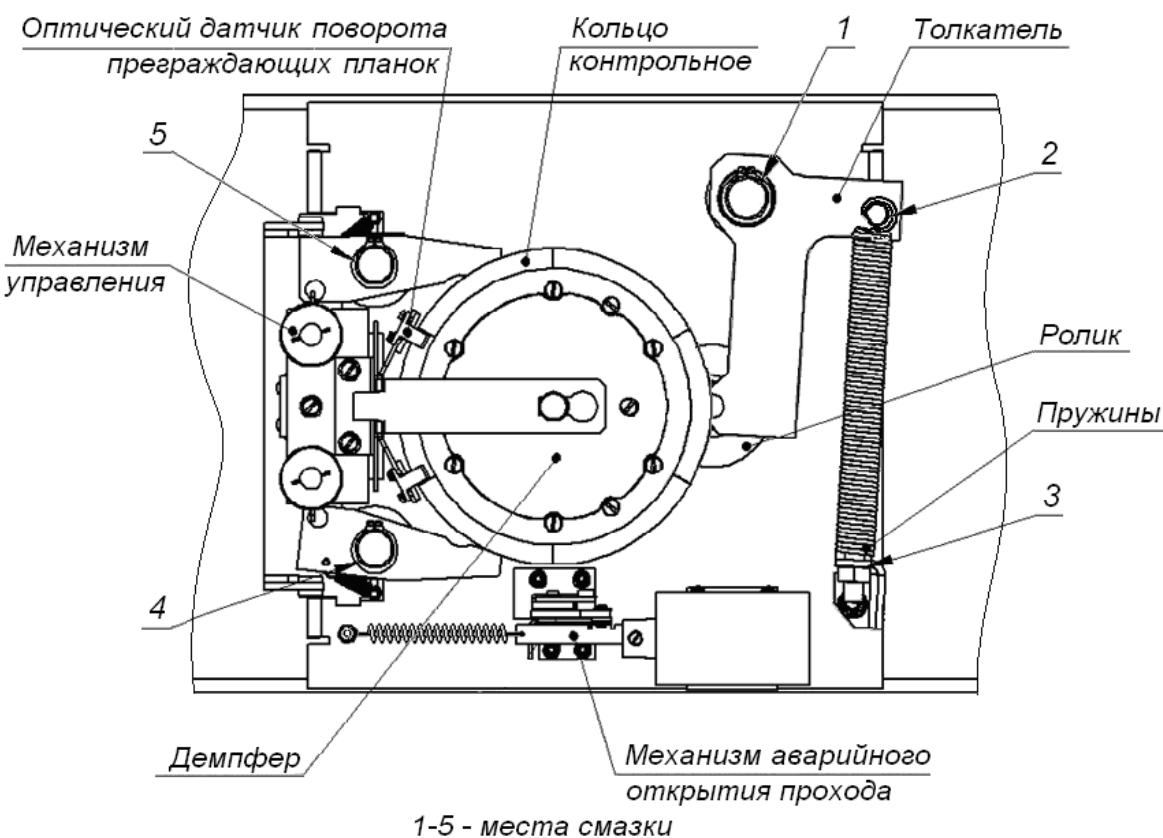

Рисунок 24. Расположение внутренних деталей и узлов стойки ЭП
4. Снимите крышку (3) в порядке, указанном в разд. 6 и положите ее на ровную устойчивую поверхность.
5. Осмотрите устройство поворота (толкателем, пружины и ролик), оптические датчики поворота преграждающих планок и демпфирующее устройство (см. рис. 24).
- смазкой типа **Chain and Rope Lube Spray - WEICON** оси вращения рычага толкателя (1, рис. 24) ролика и стопоров (4, 5, рис. 24);
- смазкой ШРУС-4 точки крепления пружин поворота (2, 3, рис. 24).
9. Проверьте крепление преграждающих планок (6) в шарнирных узлах турникета и, при необходимости, подтяните крепежные винты.